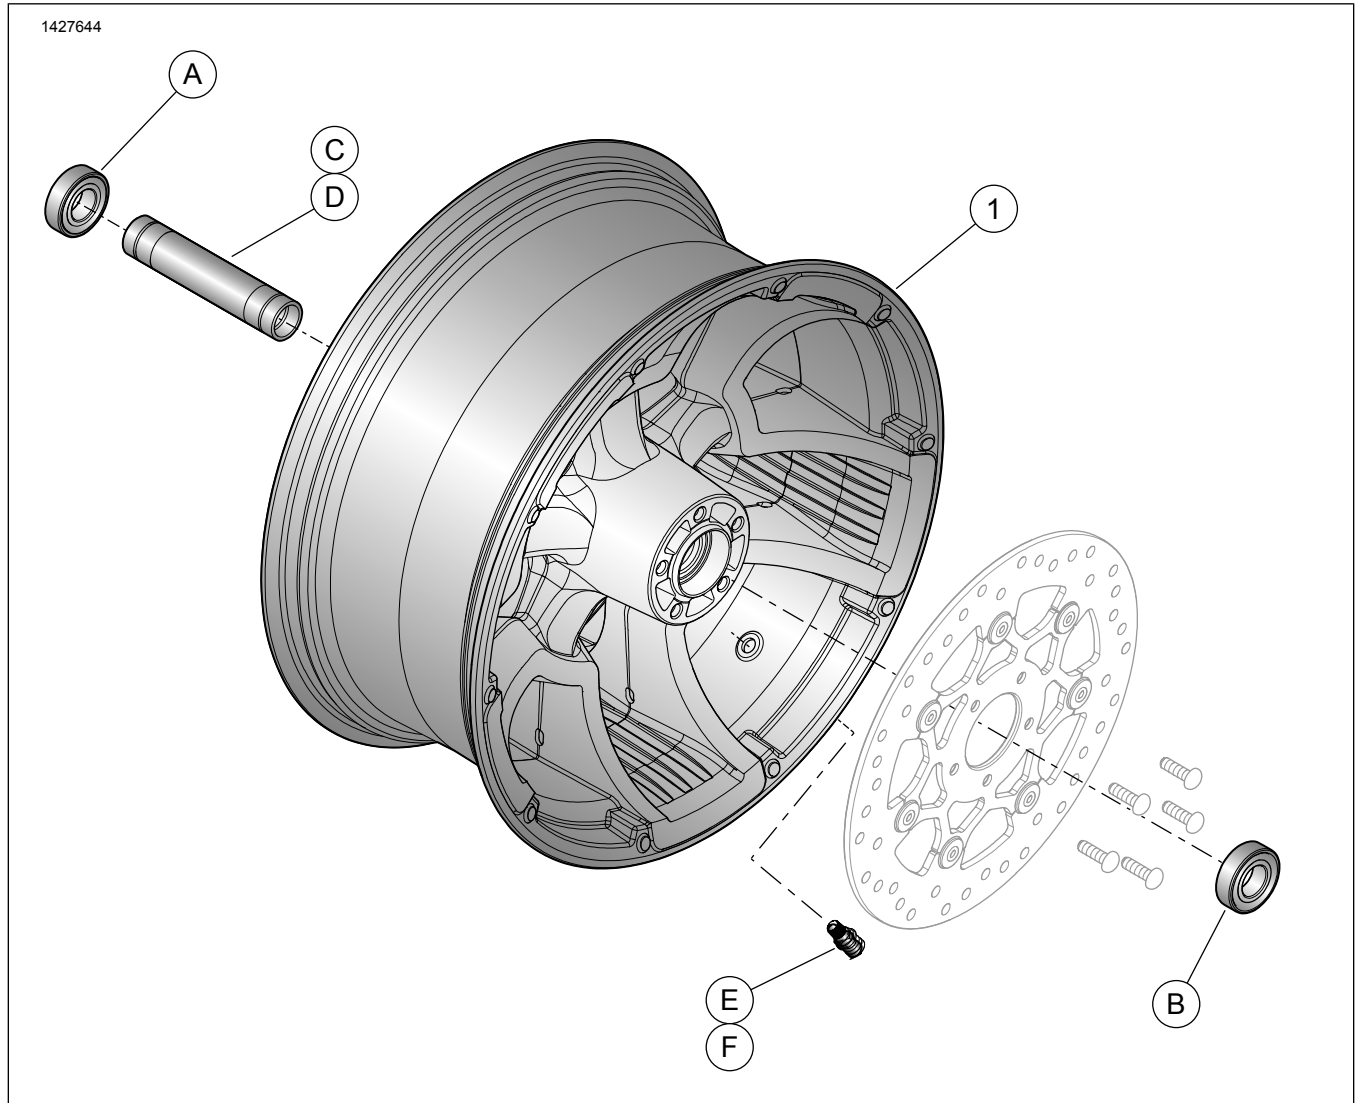

Abbildung 1. Ersatzteile: Hinterrad (16-Zoll-Rad abgebildet)
Siehe Abbildung 1 und Tabelle 3.
2. Abbildung 1 Die Ventilschaft-Baugruppe (H) am Rad anbringen. Siehe REIFEN im Werkstatthandbuch.